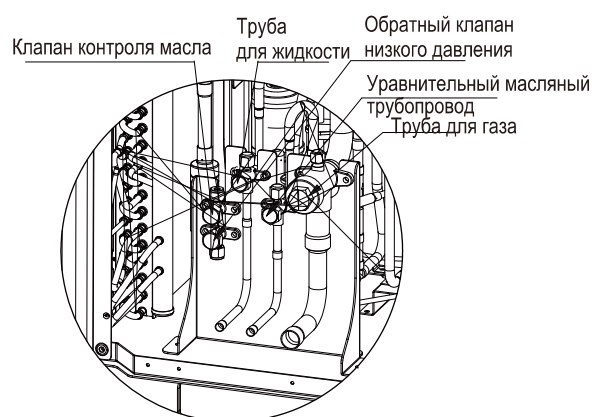

Рис. 34
- (2) При продувке более двух наружных блоков используется штуцер, расположенный на уравнильном масляном клапане. Необходимо убедиться, что уравнильные масляные клапаны закрыты. См. рис. 34.